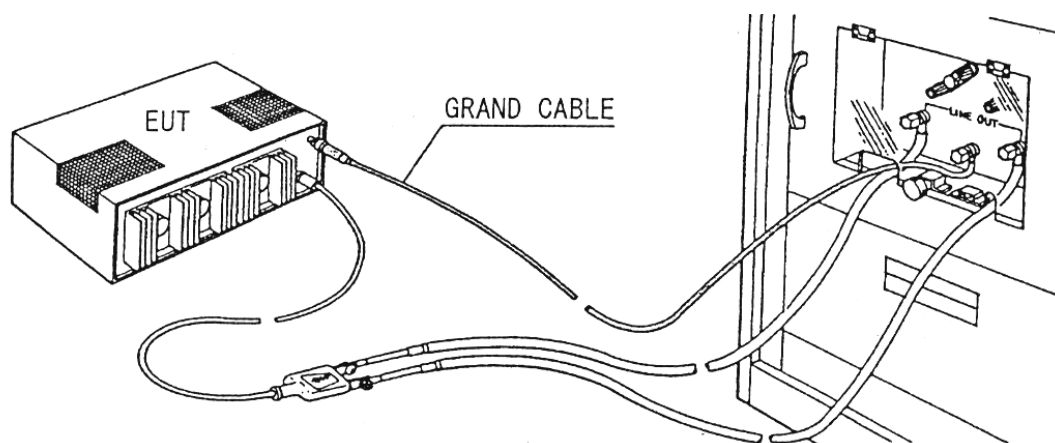
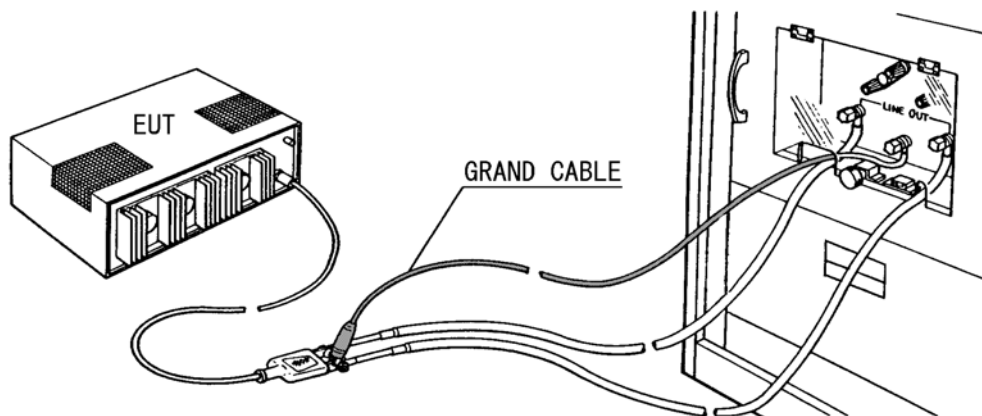

図 15
図 16
4. コモン・モード試験の場合、図 15 のように接続します。
5. ノーマル・モードの場合、図 16 のようにします。
- 3.コモン・モード試験の場合 図 15、ノーマル・モード試験の場合 図 16 のように接続します。